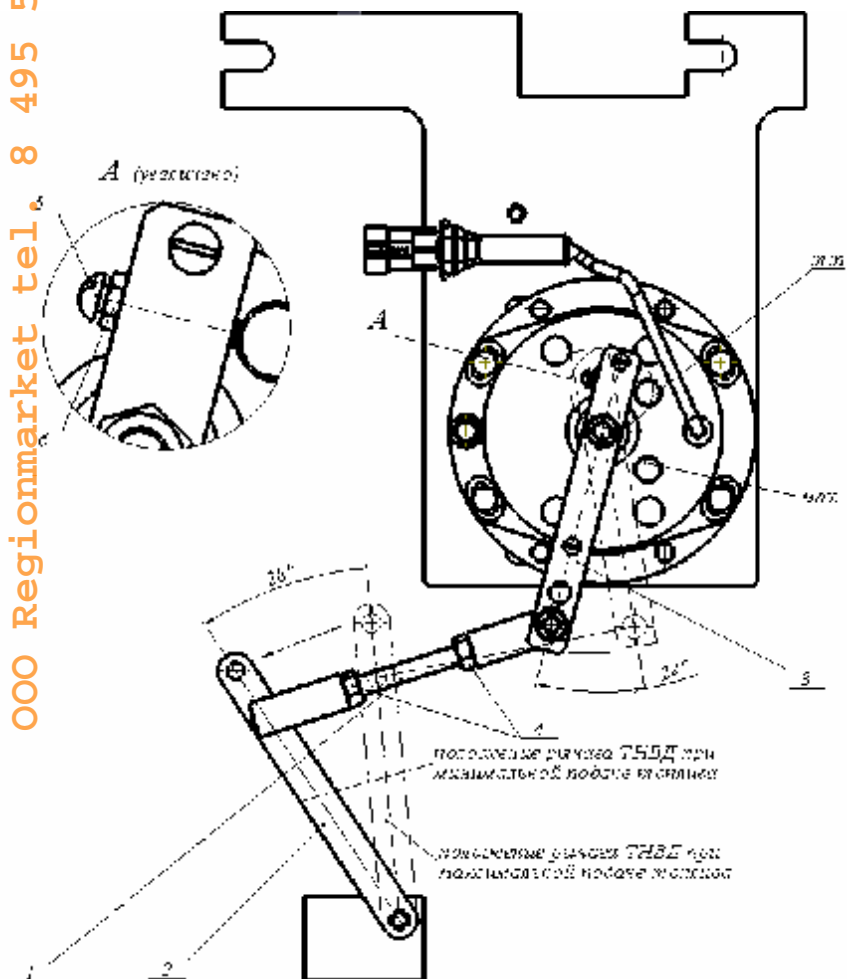

Рисунок 1.2 – Схема регулировки актуатора АП-01
Схема регулировки показана на рис. 1.2. Порядок действий при выполнении регулировочных работ:
- 1.Соединить сферический шарнир тяги 1 со вторым отверстием на рычаге ТНВД 2 (см. рис. 1.2).
2. Переместить рычаг ТНВД 2 по часовой стрелке до упора (штрихпунктирное положение рычага ТНВД при максимальной подаче топлива), а рычаг актуатора АП-01 3 против часовой стрелки до упора *max*. (см.рис. 1.2 штрихпунктирное положение рычага АП-01).
4. Переместить рычаг ТНВД 2 против часовой стрелки до упора, соответствующего минимальной подаче топлива (на рис. 1.2 сплошные линии). В этом положении отрегулировать глубину ввинчивания винта 5 рычага АП-01 так, чтобы конец винта упирался в упор *min* актуатора.